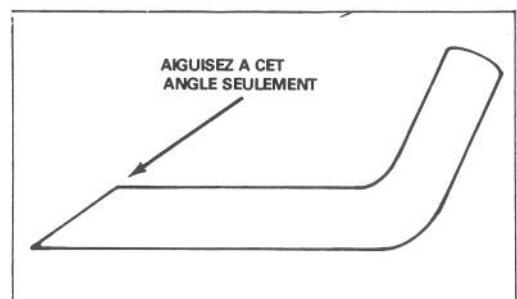

Figure 15
6. AIGUISAGE DE LA LAME — A l'aide d'une lime, aiguissez le haut de la lame en maintenant l'angle de coupe initial (Fig. 15). La lame restera équilibrée si vous enlevez la même quantité de métal des deux extrémités de la lame.